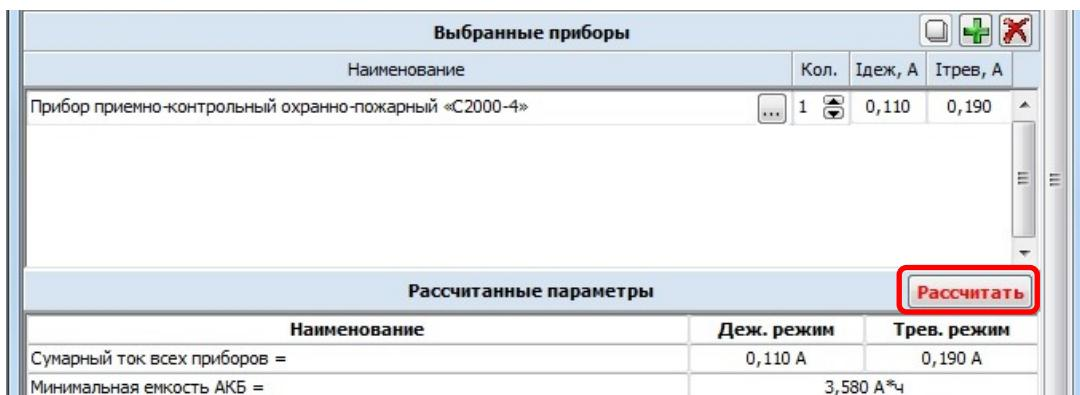

Рисунок 7. Кнопка «Рассчитать»
4.6 Нажать кнопку «Рассчитать» (рис. 7).